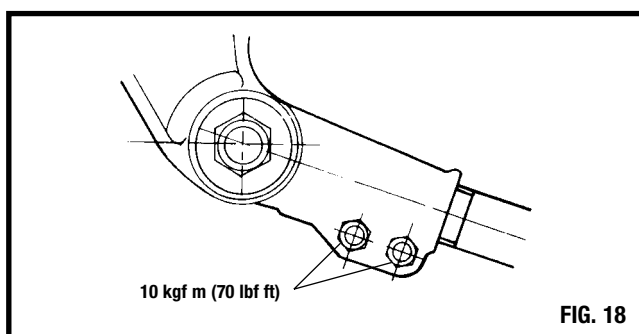

FIG. 18
- (xiii) Apriete los pernos de sujeción del brazo de torsión con par de 10 kgf m (Fig. 18).